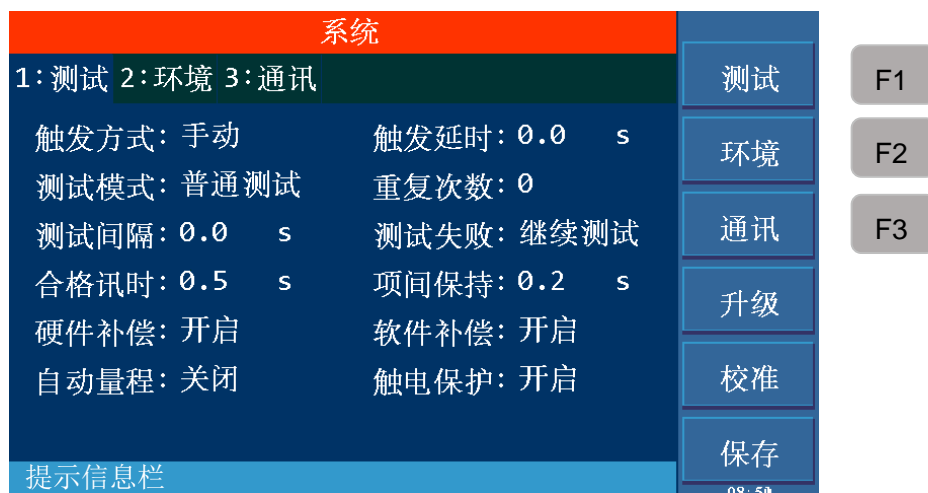

图 4-2 系统测试参数设置
- 1、按【SYSTEM】键进入图 4-2 所示系统设置界面。
系统设置中测试相关参数设置如图 4-2 所示：